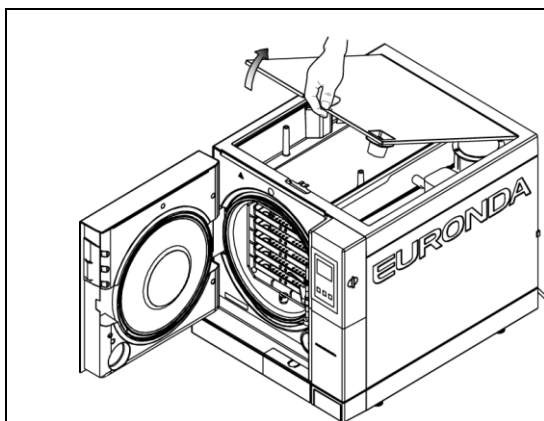
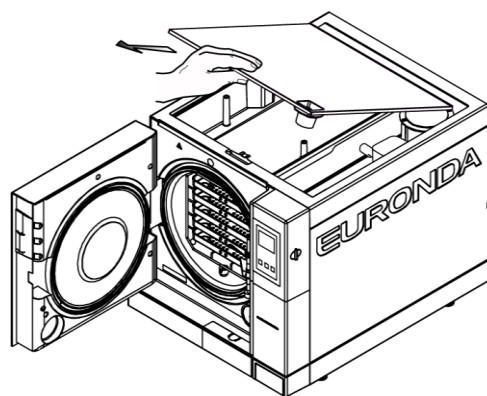

Fig. 9.2-5
Fig. 9.2-6
- ridicați capacul cu 45° (Fig. 9.2-5) și trageți-l spre dvs. (Fig. 9.2-6).